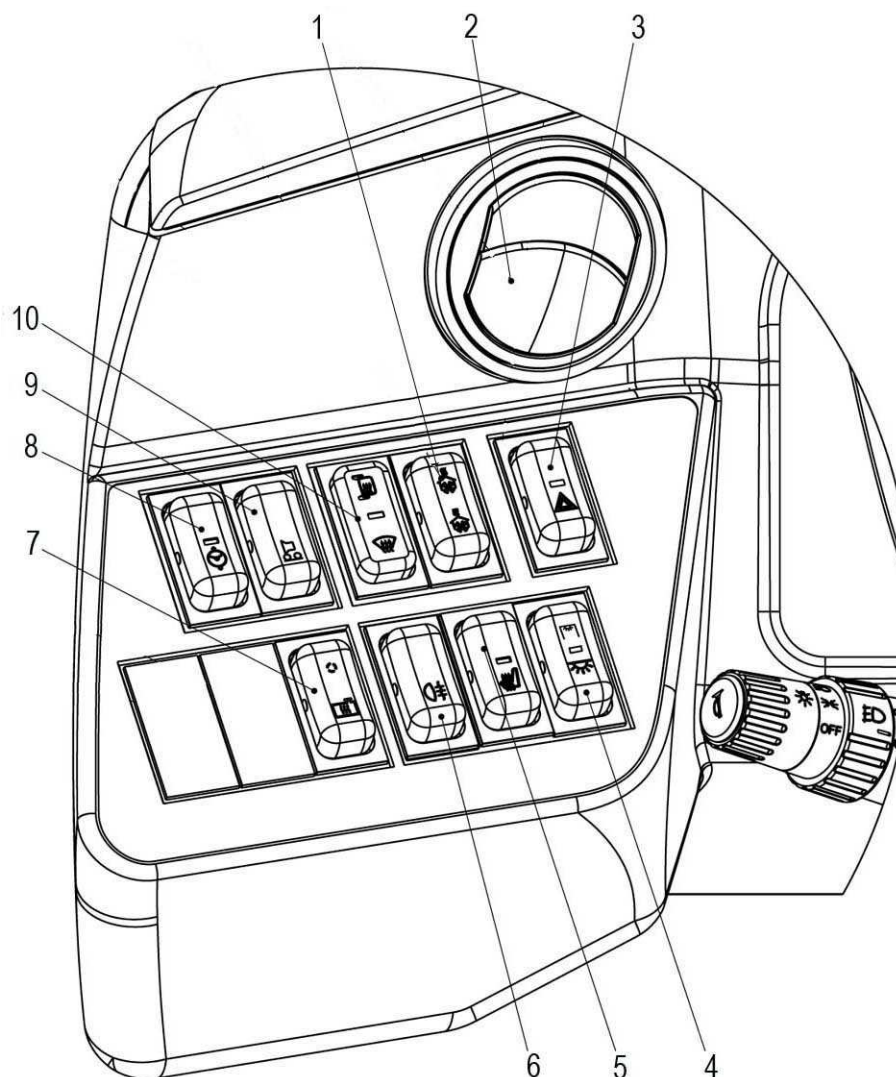

Рис. 3.6. Левая группа органов управления
- 3 – левая нижняя панель щитка приборов (см. рис. 3.6);
- 1 – левая группа органов управления (рис. 3.6);